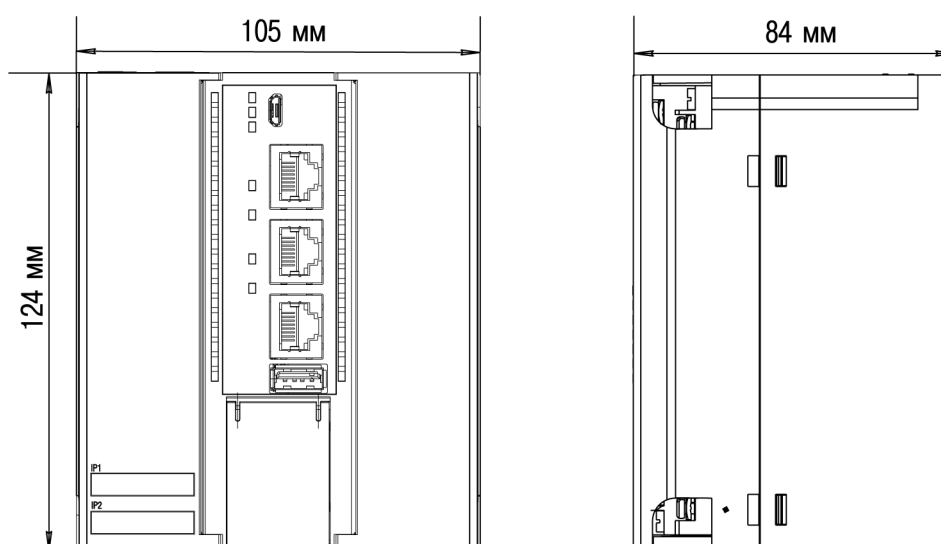

Рисунок 4.3 – Габаритные размеры
1. Подготовить место для установки на стене или DIN-рейке в соответствии с габаритными размерами (см. рисунок 4.3).